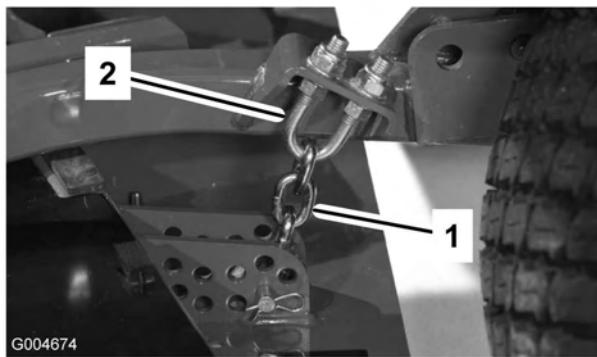

Figura 85
- Afloje las contratuerca de la parte superior o inferior del perno en U de la cadena de altura de corte (Figura 85).